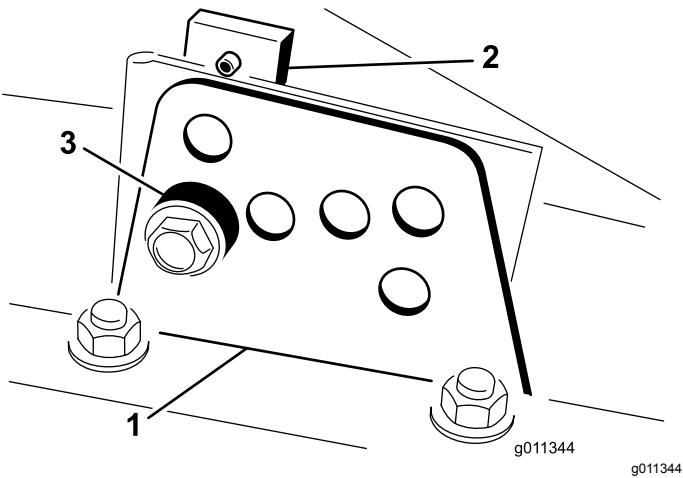

Bild 18
2. Lockern Sie die Schraube, mit denen die Schnitthöhenhalterungen an der Schnitthöhenplatte (vorne und an beiden Seiten) befestigt sind, siehe **Bild 18**.
4. Entfernen Sie das Distanzstück, während Sie gleichzeitig die Kammer abstützen (**Bild 18**).